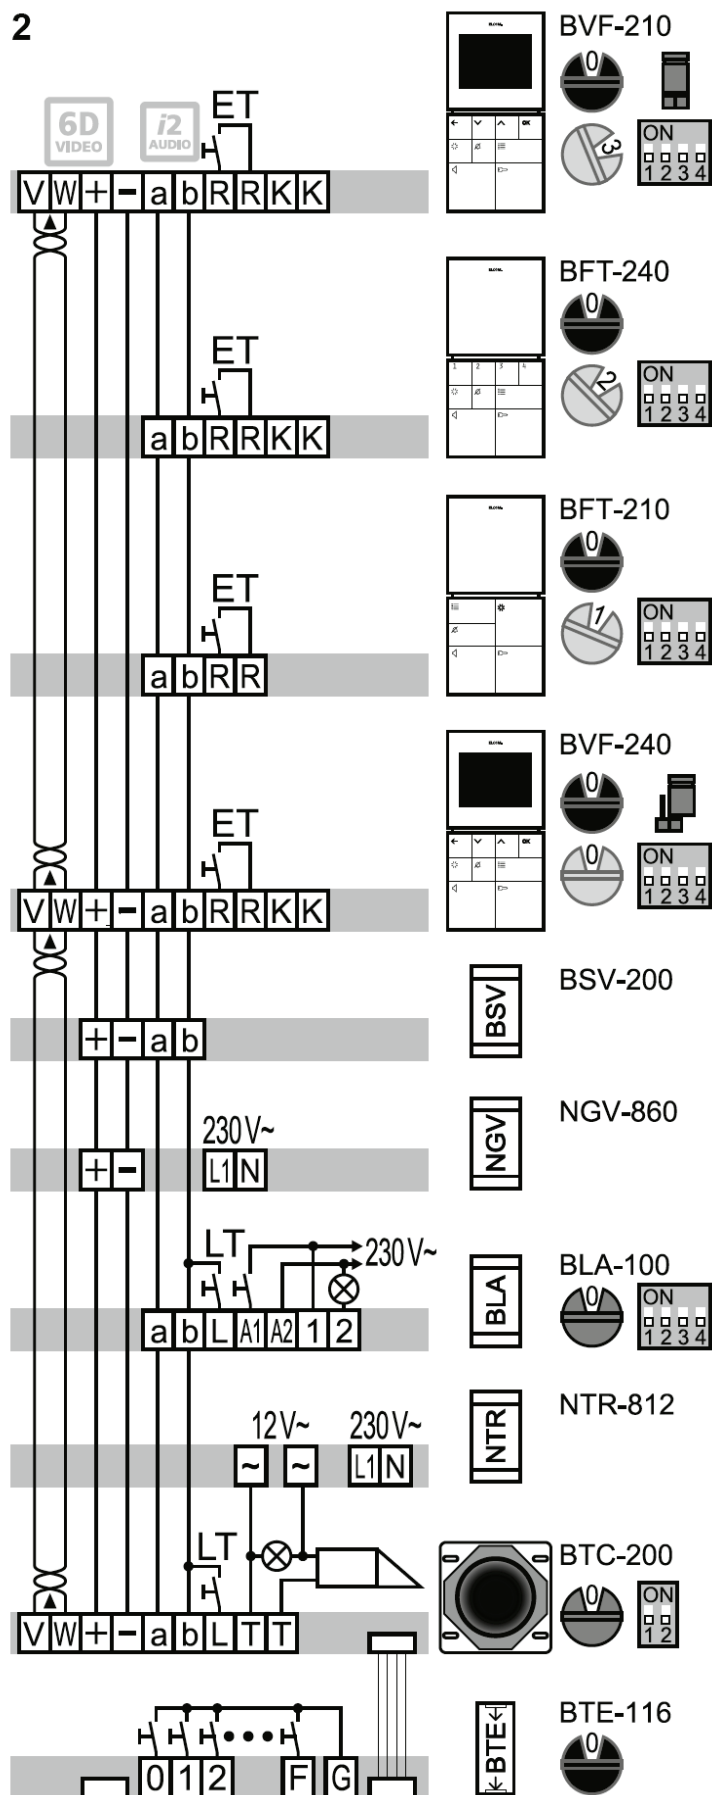

Bild: 2
Haustelefon anschließen (Bild 2 oder 3)**Anschlüsse:****V W** Videostrang**+ -** Videoversorgung**a b** Audiostrang**R R** Etagentaster ET**K K** Interne Relaiskontakte**L** LT Taster am Lichtautomat**T T** Türöffner**Geräte/Elemente**
- Haustelefon gemäß Anschlussplan (Bild 2 oder 3) anschließen.
- 1 Bei einer Durchgangsstruktur wird das Videosignal V/W von einem Video Haustelefon zum anderen Video Haustelefon geschleift (Bild 2 und 4).